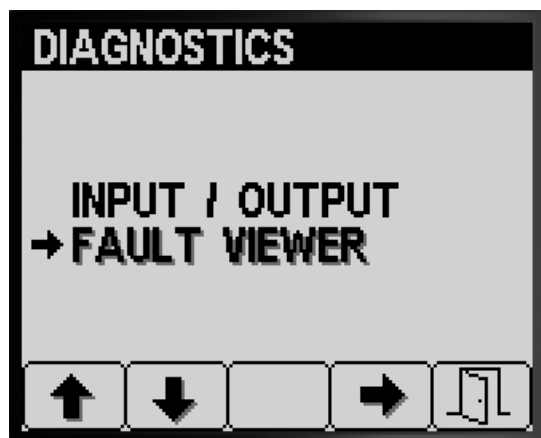

図 86
- 整備画面から、ボタン 1 または 2 を何度か押して FAULT VIEWER 不具合確認を選択する図 86。
- ボタン 3 で FAULT VIEWER へ入る図 86。